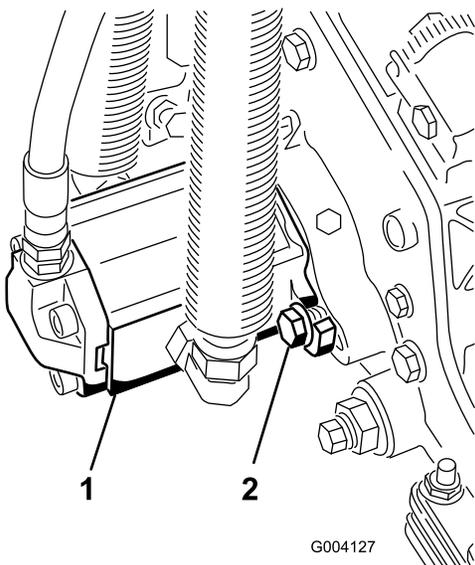

Рисунок 13
16. Установите двигатель, повернув его по часовой стрелке, чтобы фланцы двигателя не закрывали болты (Рисунок 13). Поворачивайте двигатель